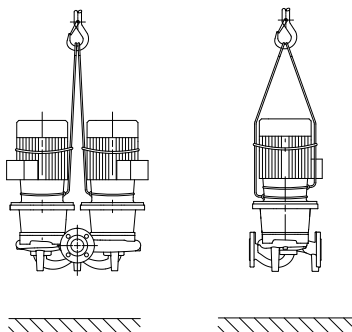

fig.7: Lyftning av pumpen
- Lyftöglorna på motorn är endast till för att rikta lasten (fig. 7).